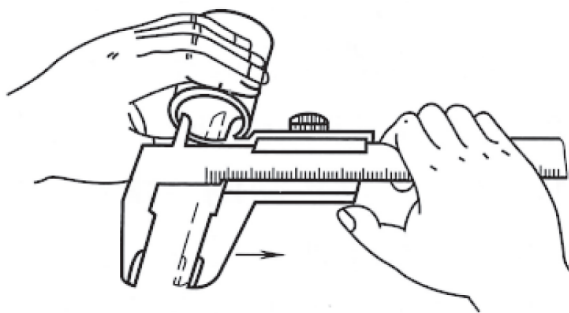

图2-9 内孔的测量方法
(4) 当测量零件的内尺寸时, 如图2-9所示。要使量爪分开的距离小于所测内尺寸, 进入零件内孔后, 再慢慢张开并轻轻接触零件内表面, 用固定螺钉固定尺框后, 轻轻取出卡尺来读数。取出量爪时, 用力要均匀, 并使卡尺沿着孔的中心线方向滑出, 不可歪斜, 以免使量爪扭伤、变形和受到不必要的磨损, 同时会使尺框走动, 影响测量精度。